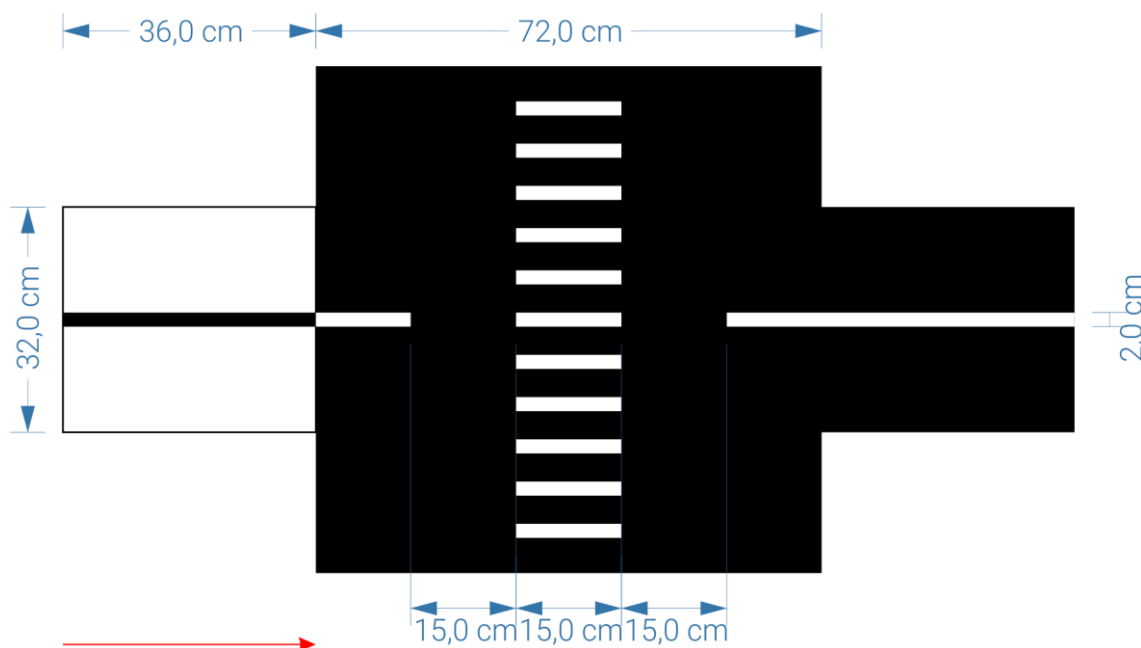

Figura 6. Faixa de pedestres.
- c) O desafio da faixa de pedestres (Figura 6) será indicado com a ocorrência de uma inversão completa das cores da pista (a pista se tornará branca e a linha preta),